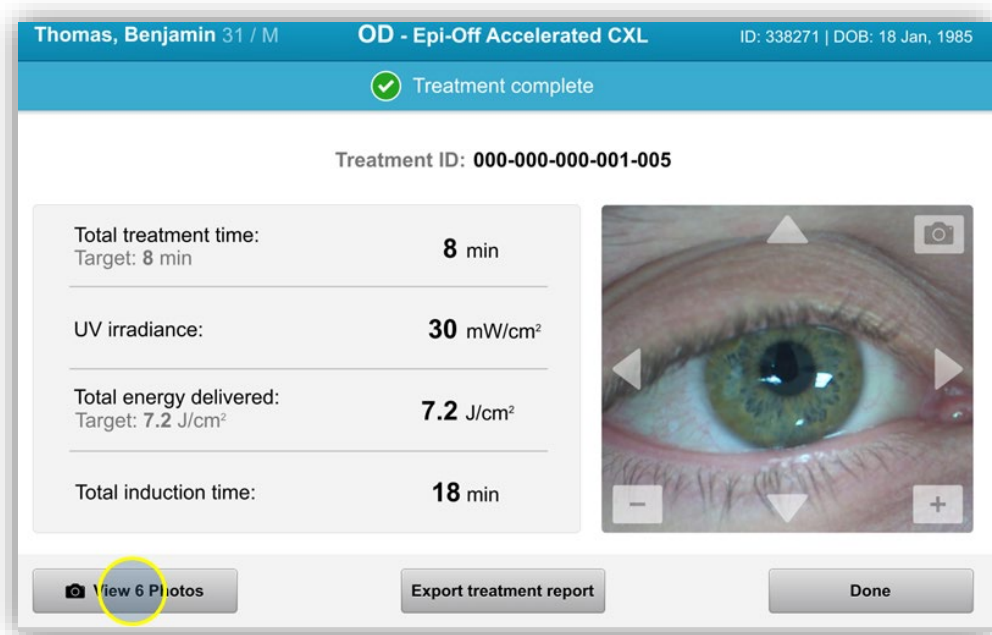

Figura 3-33. Tela Tratamento concluído
- Ao concluir um tratamento, um resumo dos parâmetros de tratamento serão exibidos e a tela mostrará 'tratamento concluído', conforme mostrado na Figura 3-33.
- Selecione 'visualizar fotos' para entrar na galeria de fotos, conforme mostrado na Figura 3-33.